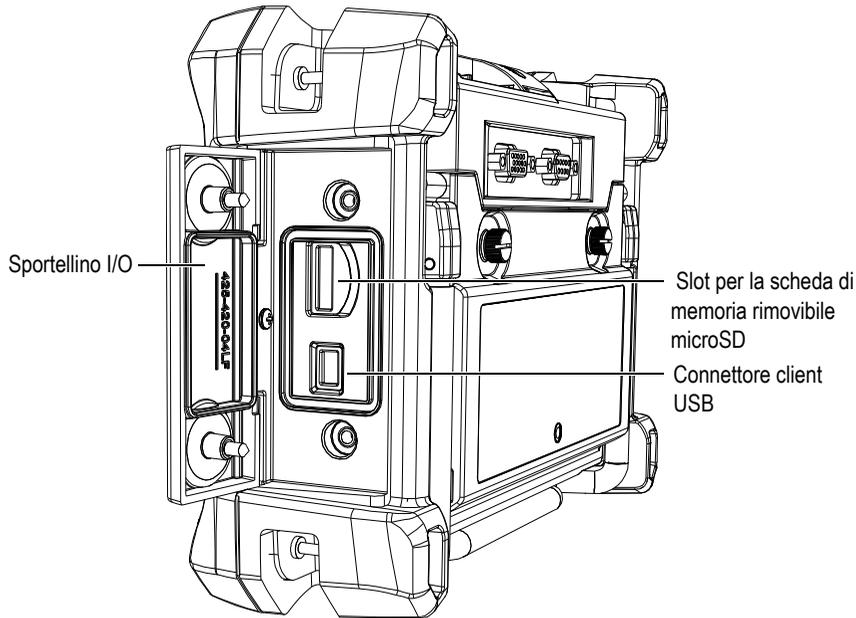

Figura 8-5 I connettori protetti dallo sportellino I/O
1. Assicurarsi che una scheda di memoria microSD è inserita nello slot protetto dallo sportellino I/O sul lato destro del Magna-Mike 8600 (vedere Figura 8-5 a pagina 160).
1. Assicurarsi che una scheda di memoria microSD è inserito nello slot protetto dallo sportellino I/O sul lato destro del Magna-Mike 8600 (vedere Figura 8-5 a pagina 160).